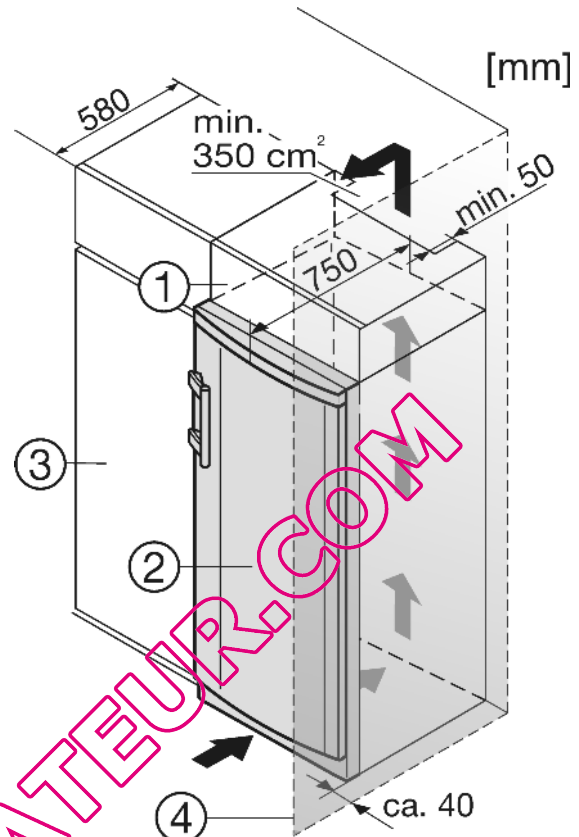

Fig. 8
(1) Élément haut
(2) Appareil
(3) Placard de cuisine
(4) Mur
L'appareil peut être entouré de meubles de cuisine. Pour adapter l'appareil Fig. 8 (2) à la hauteur des placards de la cuisine intégrée, on peut placer un élément haut Fig. 8 (1) au-dessus de l'appareil.
Si l'appareil est installé avec les charnières à côté d'un mur Fig. 8 (4), la distance entre l'appareil et le mur doit être de 40 mm min. Ceci correspond à la saillie de la poignée lorsque la porte est ouverte.